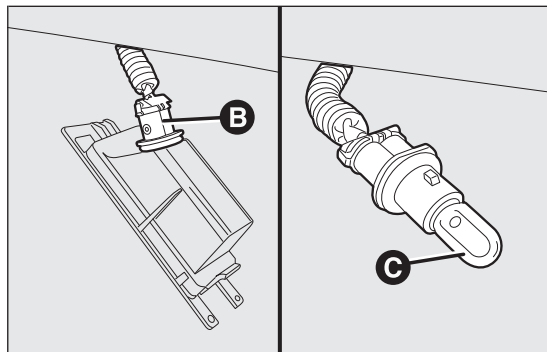

fig. 147
- ❑ girar el portalámparas B fig. 147 hacia la izquierda, a continuación extraer la lámpara C.